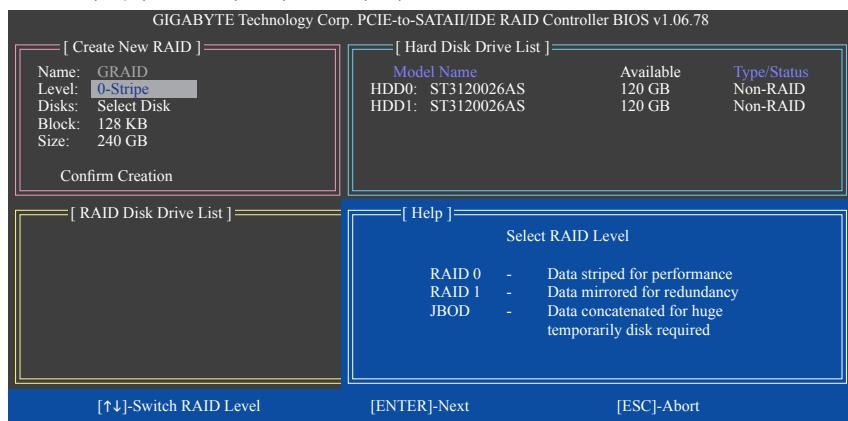

图5
在“Create New RAID”区域依序设定制作磁盘阵列所需的信息。(图5)
2. 选择要制作的磁盘阵列模式(Level)：使用<↑>或<↓>键选择要制作的磁盘阵列模式，选项有RAID 0 (Stripe)、RAID 1 (Mirror)及JBOD(图5)。完成后按<Enter>键移至下一步骤。